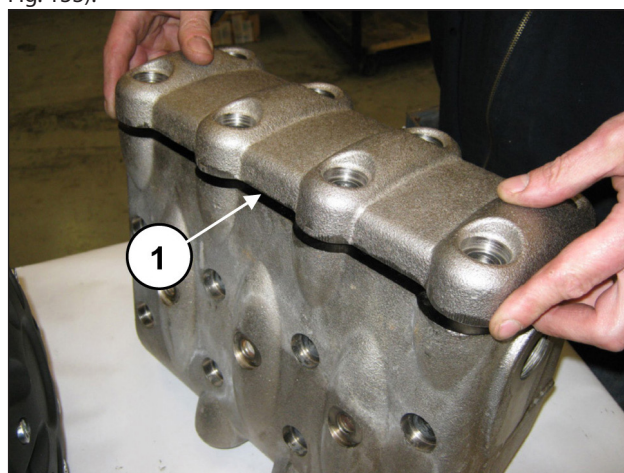
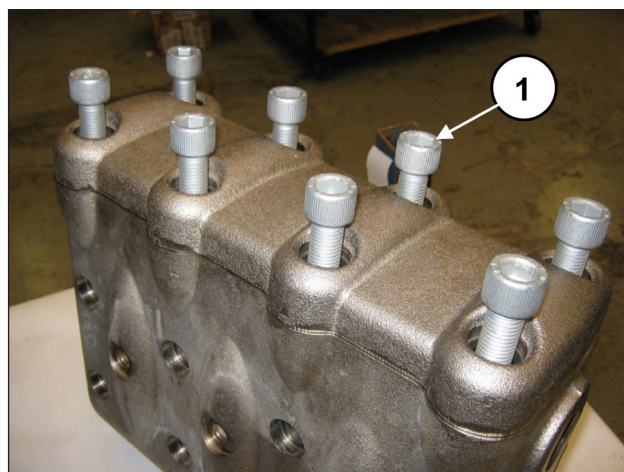

Fig. 132
Fig. 133
Depois de ter terminado com a montagem dos grupos da válvula e da tampa da válvula, aplique a cobertura da válvula (pos. ①, Fig. 132) e aperte os 8 parafusos M16x55 (pos. ①, Fig. 133).